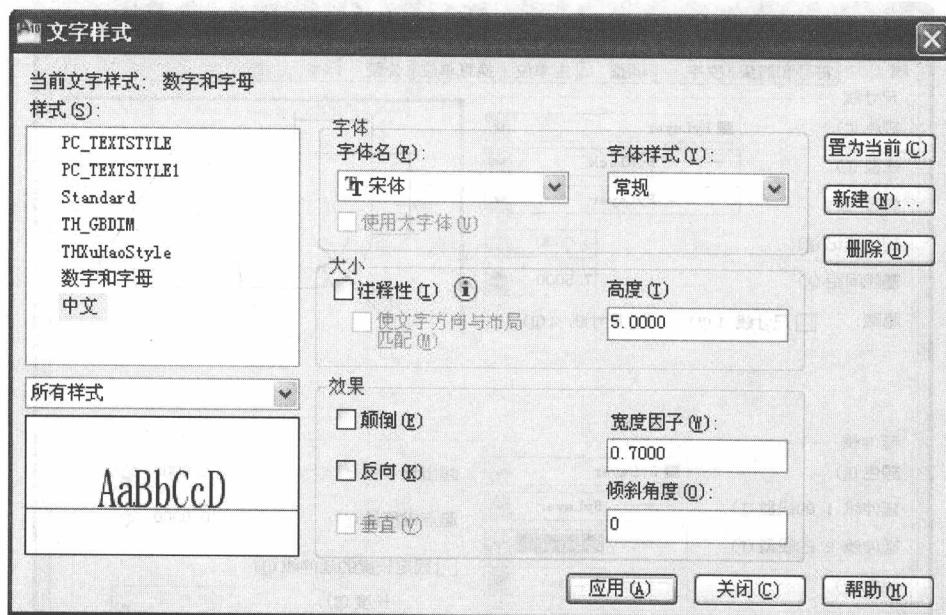
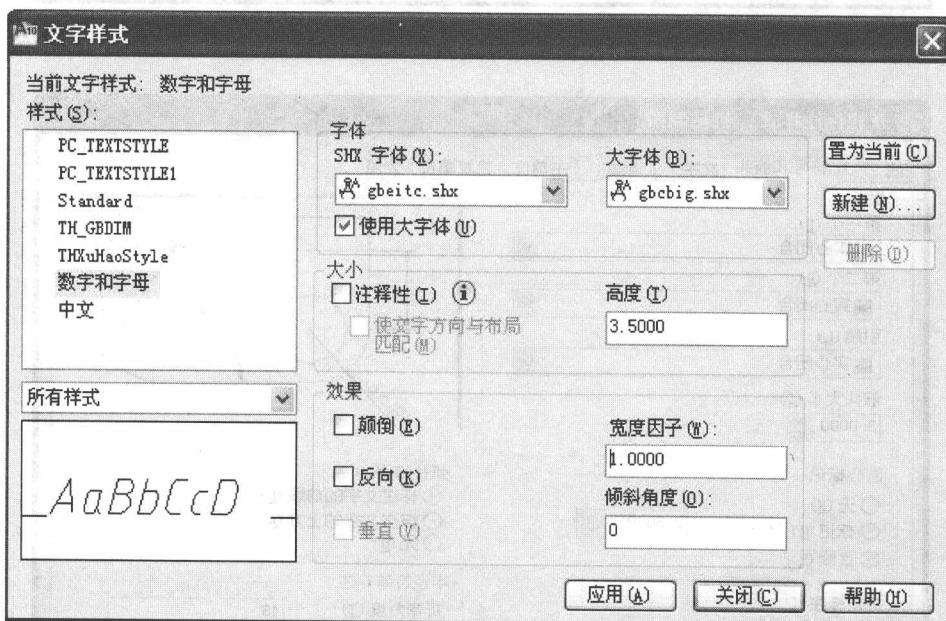

图 1-3 图样中汉字的样式
图 1-4 图样中数字与字母的样式
2) 文字样式的设置建议：建立“中文”和“数字与字母”两种文字样式，具体设置见图 1-3 和图 1-4。